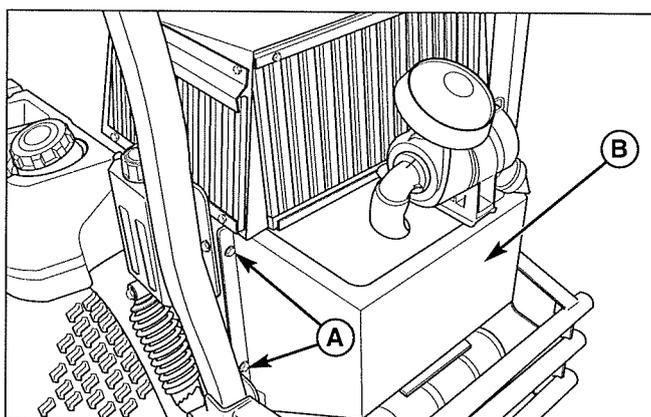

Figure 19. Protection du moteur arrière
2. Retirer les boulons de fixation de la protection du moteur arrière (A, figure 19).
3. Retirer la protection du moteur arrière (B) en la faisant glisser en arrière et loin de la machine.